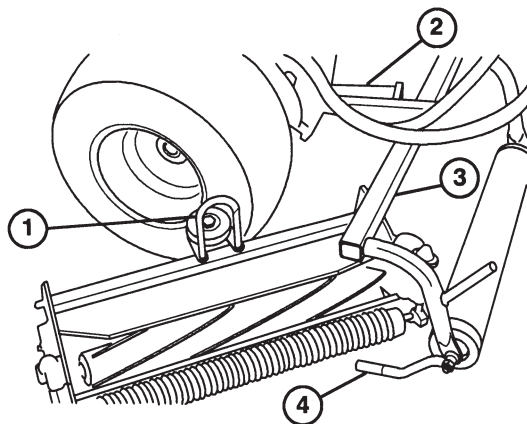

Bild 1
2. Schieben Sie die Schneidwerke unter die Zugestelle und ziehen die Schlaufe an der Oberseite der Schneidwerke über die Hubarme (Bild 1).